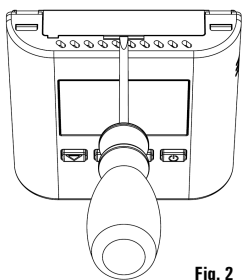

Fig. 2
1. Con l'aiuto di un cacciavite a taglio, estrarre il cassetto porta batterie (Fig. 2 e 3).